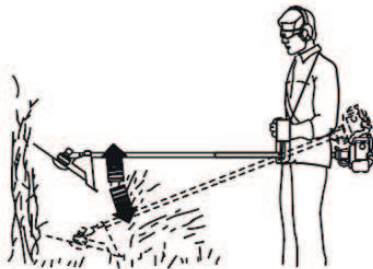

Рисунок 24. Схема скошування зарості бур'янів, очерету, чагарників.
3. Здійснити скошування заростів стебла (діаметром до 13 мм) невеликими частинами, рухаючи різальний дисковий ніж зверху донизу (рис. 24).